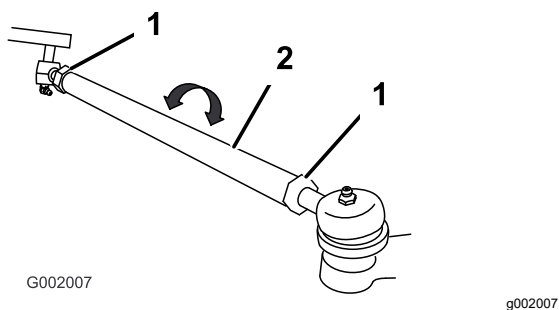

图 51
5. 如果测量值超出规定的范围应松开横拉杆两端的锁紧螺母 图 51。